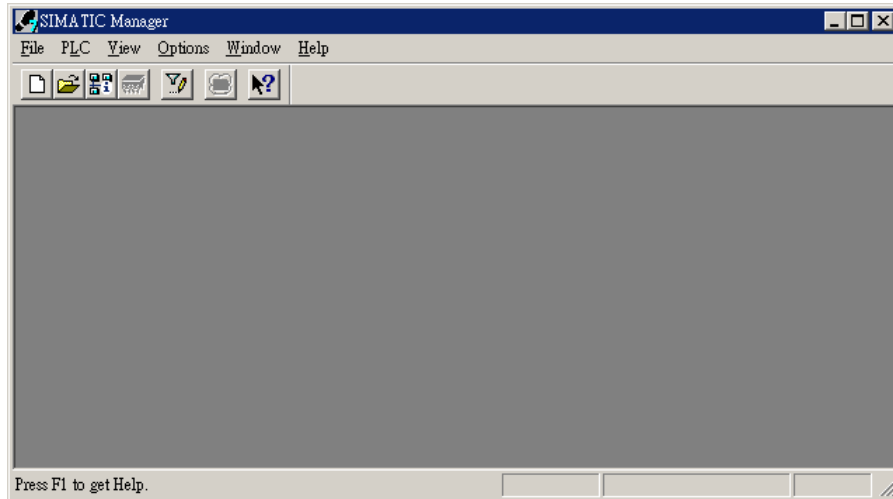

图 10-2
1. 打开 SIMATIC Manager 软件，软件界面如图 10-2 所示。